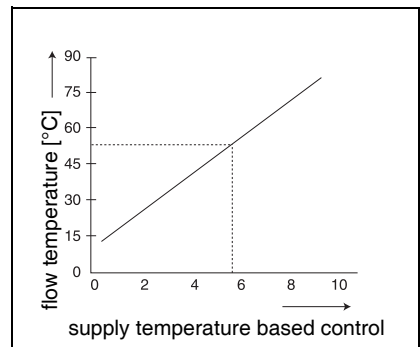

Fig. 1 0 - 10V Diagram
a) AS 24V connection (fig. 1, pos. 1)
b) AS 115V connection (fig. 1, pos. 2)